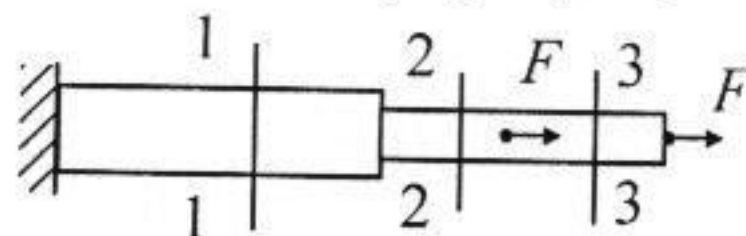

图 1
- 3 变截面杆受力如图 1 所示, 已知粗杆和细杆的横截面积比为 3:1, 设 σ_1 , σ_2 , σ_3 分别表示杆中 1-1, 2-2, 3-3 截面的应力, 则下列结论中正确的是_____。